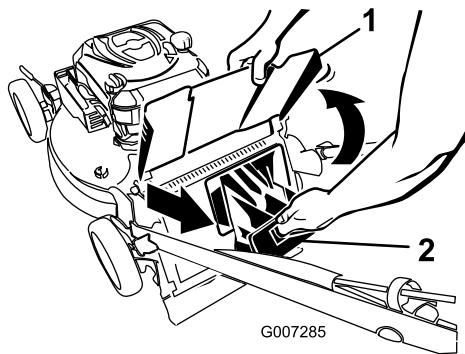

**Figure 25**
- Faites passer le câble du lanceur autour du guide inférieur (Figure 25).